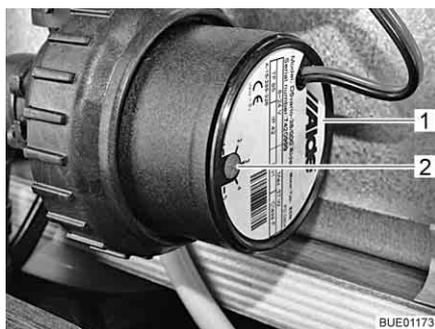

Fig. 167 Reducción de la velocidad
La velocidad de la bomba de circulación se puede ajustar con el regulador giratorio (Fig. 167,2). Con una velocidad reducida disminuyen los ruidos de rodadura de la bomba.
El regulador giratorio se encuentra en la bomba de circulación (Fig. 167,1).
- Girar el regulador giratorio (Fig. 167,2) en sentido contrario a las agujas del reloj. Se reduce la potencia.